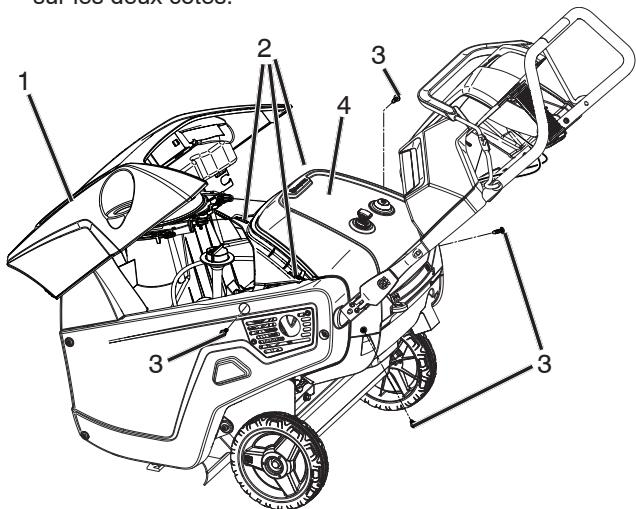

Figure 29
- Détacher le couvercle supérieur en tirant fermement vers le haut au niveau de la section arrière du couvercle, pour désengager les trois agrafes (Figure 29).
21. Fixer à nouveau le tube d'ampoule d'amorceur à l'ampoule d'amorceur et aux câbles électriques sur le commutateur d'allumage arrière du couvercle supérieur arrière (Figure 29).
25. Poser le couvercle supérieur en place et fixer les trois agrafes du couvercle supérieur dans le couvercle supérieur arrière (Figure 29).